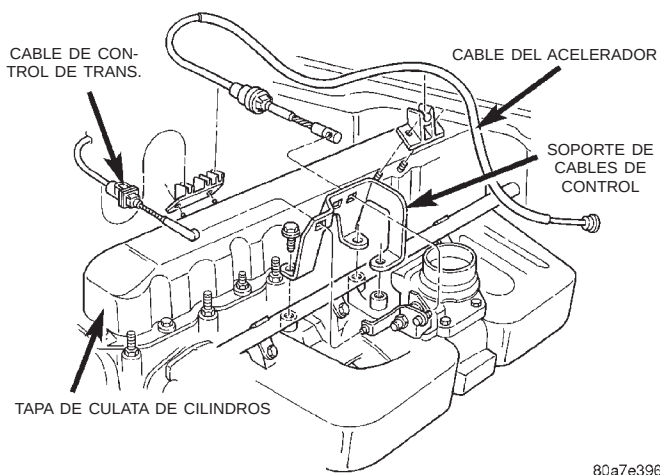

Fig. 31 Tapa de la culata de cilindros del motor INSTALACION
- (1) Desconecte el cable negativo de la batería.
- (2) Desconecte la manguera de vacío de la ventilación del cárter (CCV) de la tapa de culata de cilindros del motor.
- (3) Desconecte la manguera de admisión de aire puro de la tapa de culata de cilindros del motor.
- (4) Desconecte los cables del acelerador, la transmisión, y el control de velocidad (si está equipado) del cuerpo de mariposa del acelerador (Fig. 31).
- (5) Retire los tres pernos que fijan el soporte de cables de control en el múltiple de admisión.
- (6) Retire los cables de control del sujetador de la tapa de culata de cilindros.
- (7) Aparte los cables de control y la ménsula de la tapa de culata de cilindros y asegúrelos con bridas de amarre.
- (8) Retire los pernos de instalación de la tapa de culata de cilindros del motor.
- (9) Retire la tapa de culata de cilindros del motor y la junta.